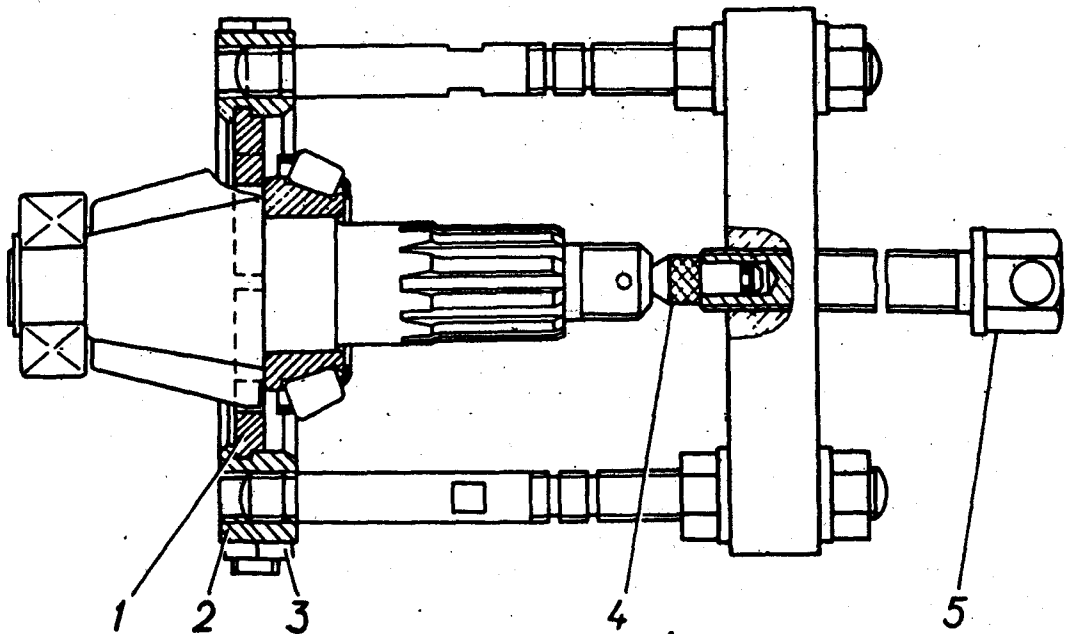

Рис. 39. Выпрессовка внутреннего кольца заднего конического подшипника ведущей шестерни:
- Для этого использовать съемник 7823-6087 (рис. 39), установив в него вкладыш 7823-6095.